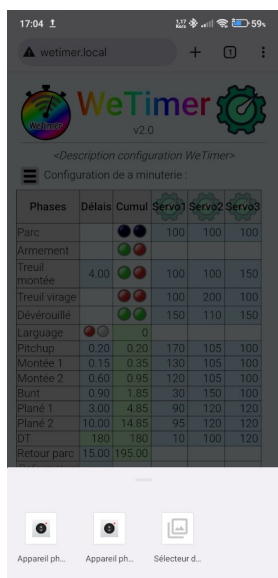

Figure 18
- ◆ Sélectionnez « Sélecteur de fichiers » (Figure 18),